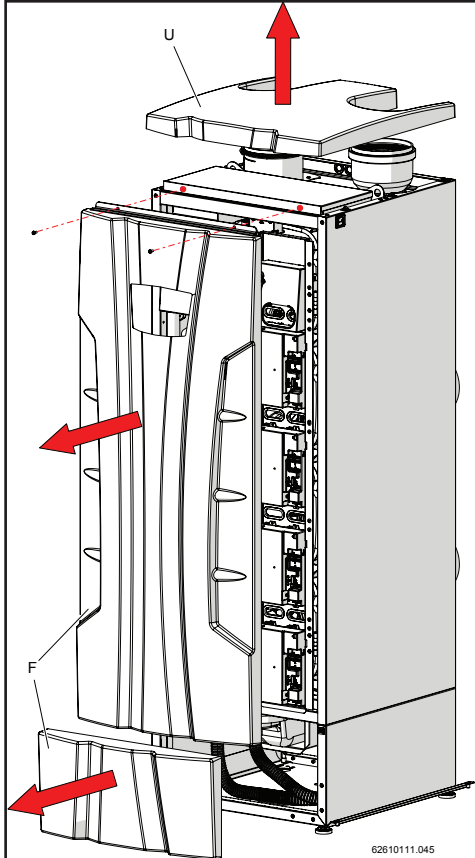

Figure 13-35
- 2.- Retirer les couvertures frontales inférieure et supérieure « F » et la couverture supérieure « U » de l'appareil, comme indiqué sur la figure 13-35.